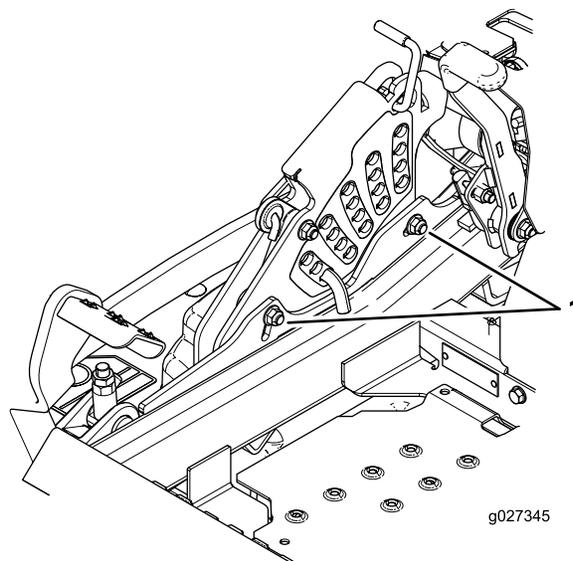

Figura 90
12. Para ajustar el sistema de ajuste de un solo punto, afloje los dos pernos situados cerca del borde inferior de la pletina de altura de corte. Consulte Figura 90.
14. Apriete los dos pernos situados cerca del borde inferior de la pletina de altura de corte (Figura 90). Apriete a 37–45 N·m (27–33 pies-libra).